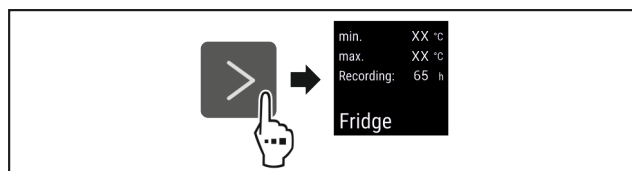

Fig. 128
- ▶ Stappen (zie Fig. 128) uitvoeren.